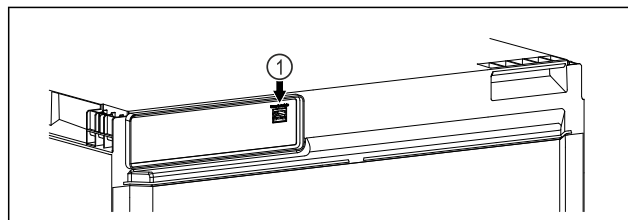

Fig. 27
- ❑ Le SmartModule Fig. 27 (1) est installé.